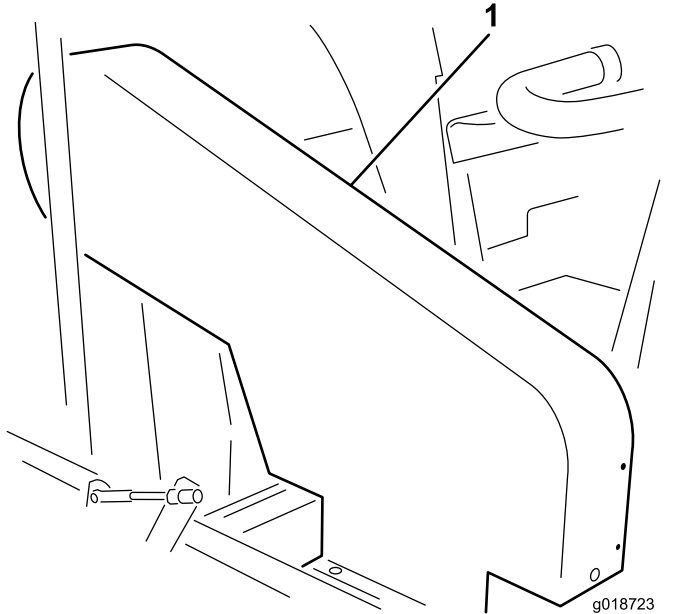

図 19
注 ベルトの張りの点検は、上部ベルトガード 図 19を外さずに行えます。このベルトガードを取り外す必要がある場合には、ガードをフレームに固定しているボルト、ワッシャ、ナット各4を外してください。マシンは、必ずガード類を取り付けた状態で運転すること。
インペラプーリとクラッチプーリ間の中ほど部分で、ベルトを18-22 N 1.8-2.3 kg = 4-5 lbs程度の力で指で押して点検します。ベルトのたわみが1.3 cmあれば適正です。たわみの量が適正でない場合は手順2へ進みます インペラ駆動ベルトの調整 \(ページ 23\)。たわみが適正である場合には、そのまま使用を継続できます 図 19。
ジャッキシャフトとクラッチプーリ間の中ほど部分で、ベルトを18-22 N 1.8-2.3 kg = 4-5 lbs程度の力で指で押して点検します。ベルトのたわみが6 mmあれば適正とする。たわみの量が適正でない場合は ジャッキシャフトベルトの調整 \(ページ 23\)を参照してください。たわみが適正である場合には、そのまま使用を継続できます 図 19。
1. 上部シュラウドをフレームに固定しているボルト、ワッシャ、ナット各4を外す 図 19。